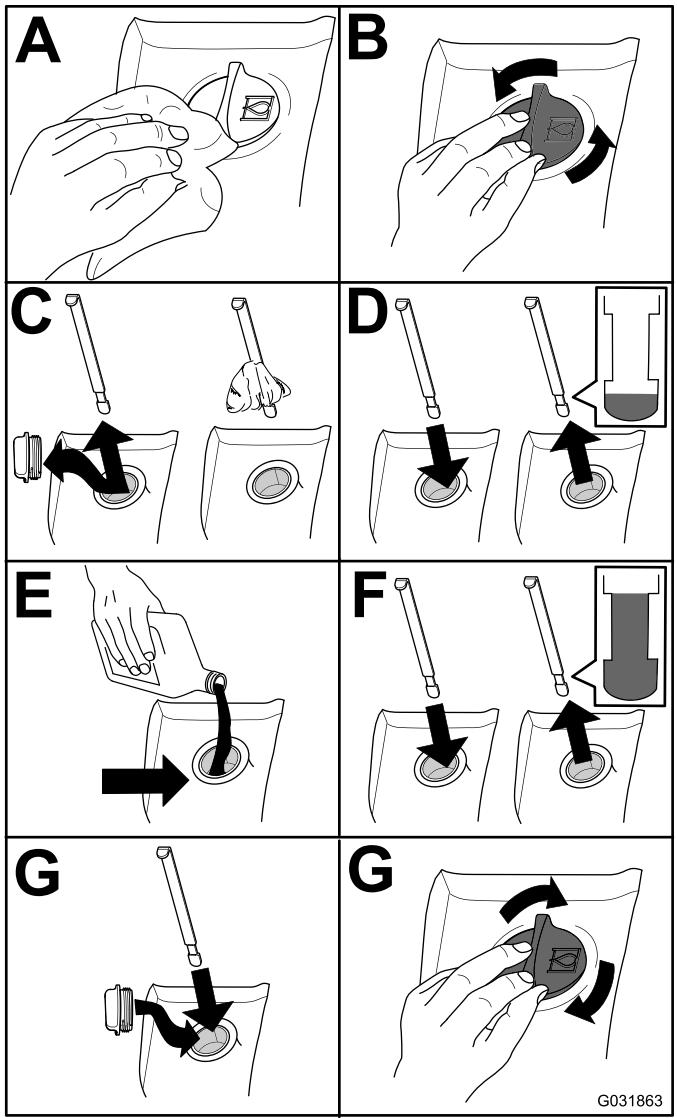

Bild 79
2. Prüfen Sie den Stand des Hydrauliköls (Bild 79).